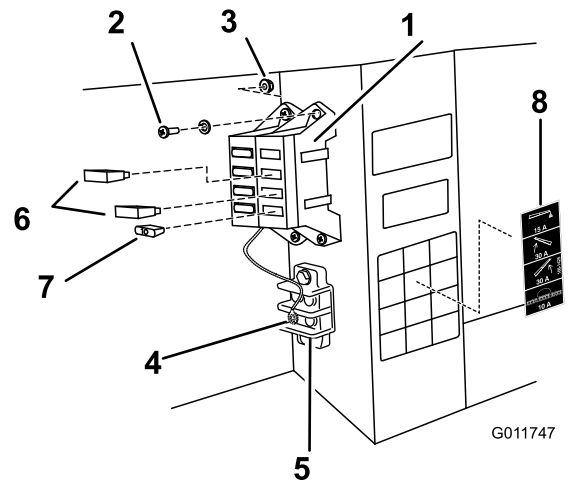

Figura 12
8. Conecte el cable negro de tierra al perno de 1/4 pulgada situado en el bastidor del vehículo, usando la arandela de estrella (Figura 12).
10. Instale el bloque de fusibles y el arnés de cables al bastidor junto al bloque de fusibles existente, usando los dos tornillos (N° 10-24 x 3/4 pulgada) y las dos contratueras (N° 10-24) según se muestra en Figura 12.
- A. Instale los dos disyuntores térmicos de 30 amperios en las ranuras de los fusibles de elevación de los brazos izquierdo y derecho (Figura 12).
- B. Instale el fusible de 10 amperios en la ranura del sistema de pulverización (Figura 12).